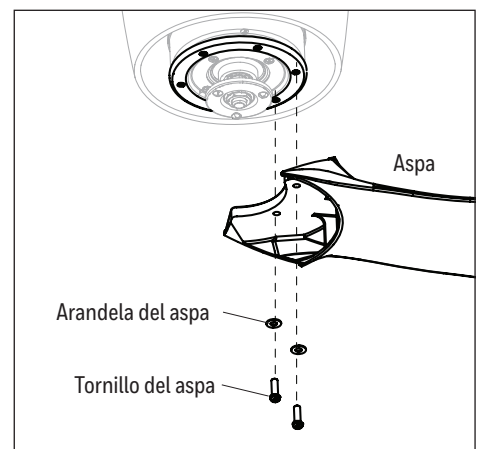

Figure 4.3
3. Alinee los orificios de un aspa con los dos orificios para tornillos del aspa en la parte inferior del ensamblaje del motor. Asegure el aspa con dos tornillos y arandelas para el aspa. Repita los mismos pasos para el resto de las espas. (Figure 4.3).